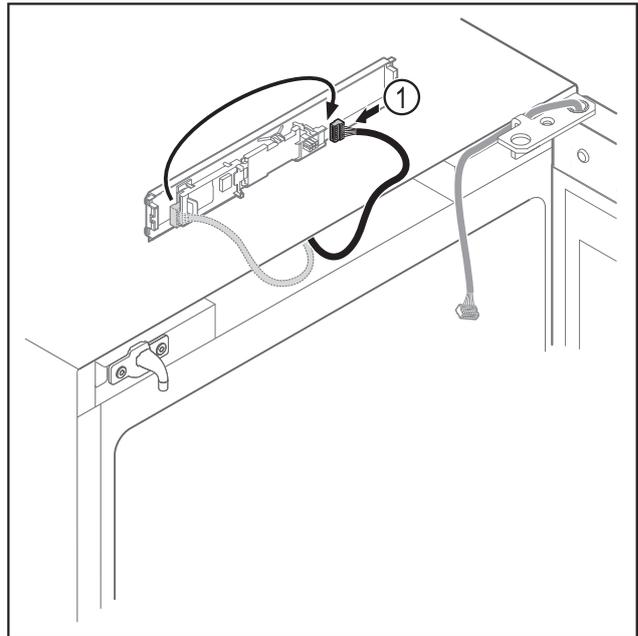

Fig. 16
- ▶ Переставьте штекер Fig. 16 (1) на панели.